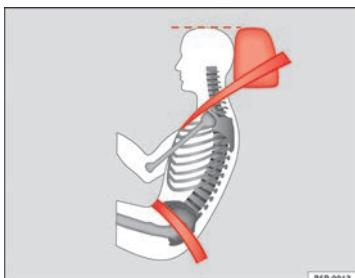

Fig. 13 Banda del cinturón y apoyacabezas ajustados correctamente, visitos lateralmente
- La banda abdominal del cinturón de seguridad deberá pasar por la región pélvica, pero nunca por encima del abdomen. El cinturón de seguridad debe quedar plano y bien ceñido a la pelvis ⇒ fig. 13. En caso necesario habrá que tirar un poco de la banda.